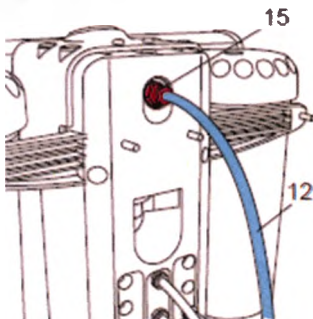

Рис. 31
3. Подсоединение сжатого воздуха (рис.31.)
- Шланг для сжатого воздуха (12) вставить до упора в гнездо (15). При этом будет ощущаться легкое сопротивление.